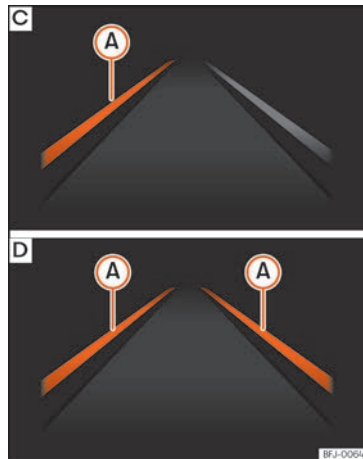

Abb. 272 Im Display des Kombiinstrumentes: Anzeige im Display des Spurhalteassistenten (Beispiel 2).
- **Abb. 272 [C]:** System regelt; die hervorgehobene Linie **(A)** zeigt an, dass die Gefahr einer unabsichtlichen Überschreitung der Begrenzungslinie bestand. Das System korrigiert über die Lenkung die Fahrtrichtung.
- **Abb. 272 [D]:** Die beiden hervorgehobenen Linien **(A)** leuchten gleichzeitig auf, wenn beide Begrenzungslinien erkannt sind und die Funktion adaptive Spurführung eingeschaltet ist.